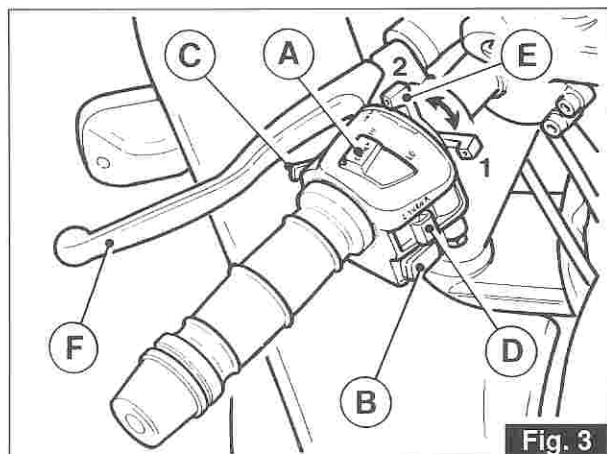

Fig. 3
Interruttore «A» (fig. 3)
Con l'interruttore «A» di fig. 3 in posizione «H».
3.3 PULSANTE PER AVVISATORE ACUSTICO, PASSING E INTERRUPTORE COMANDO LAMPEGGIATORI (fig. 3)
3.4 LEVA COMANDO «CHOKE» («E» di fig. 3)
3.5 LEVA COMANDO FRIZIONE («F» di fig. 3)
- se il motore è freddo portare la levetta «E» «CHOKE» in posizione di avviamento «1» vedi fig. 3.
3.2 LIGHT SWITCHES (figs. 3 and 4)
Switch «A» (fig. 3)
With switch «A» of fig. 3 in position «H».
3.3 HORN BUTTON, HEADLAMP FLASHER AND DIRECTION INDICATORS (fig. 3)
3.4 «CHOKE» CONTROL («E» in fig. 3)
3.5 CLUTCH LEVER («F» in fig. 3)
- if the engine is cold, put the «CHOKE» control «E» in the starting position «1» (see fig. 3).